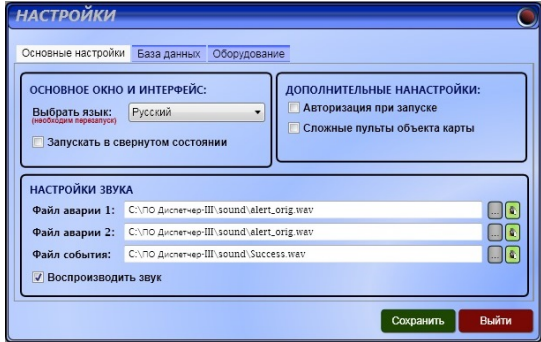

рис. 56
1.1.1. Основные настройки (рис.56)